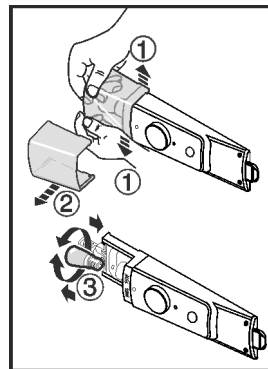

Fig. 10
- ▶ Розкрити кришку лампи в сторони (зсередини, як показано на малюнку) в передній частині Fig. 10 (1) і зсунути вбік Fig. 10 (2).
- ▶ Замінити лампу. Fig. 10 (3)